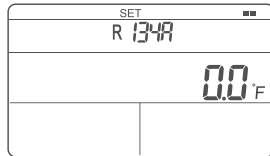

Abb. 7 Einstellung der Temperatureinheit
1. Drücken und halten Sie **MODE** um die Parametereinstellungsoberfläche aufzurufen (Abbildung 7).